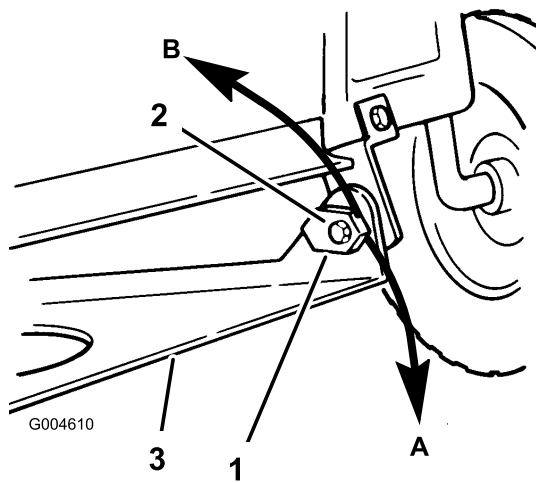

Bild 45
15. Stellen Sie die Neigung in Längsrichtung durch Drehen der Spezialeinstellmutter für die Neigung an beiden Seiten der Mähwerkbefestigungshalterung ein (Bild 45).
16. Drehen Sie die Einstellmutter für die linke Seite langsam runter, um die Vorderseite des Mähwerks anzuheben. Drehen Sie Mutter hoch, um die Vorderseite des Mähwerks abzusenken (Bild 45). Drehen Sie die Einstellmutter für die Neigung soweit, bis die Vorderseite des Mähwerks 6 bis 16 mm tiefer steht als die Rückseite.